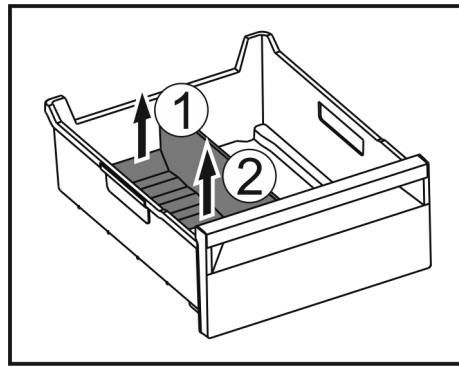

Fig. 106
- ▶ Soulever la partie arrière du séparateur de congélateur. Fig. 106 (1)
- ▶ Retirer le séparateur de congélateur par le haut. Fig. 106 (2)